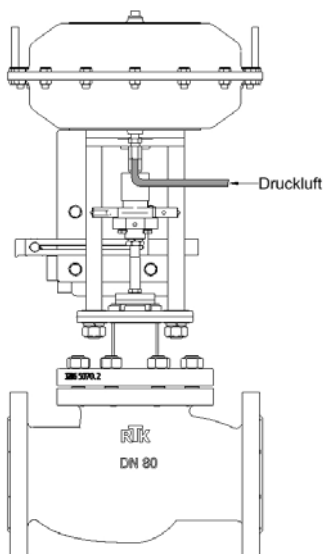

Figure 7- Figure ressort ferme
15. Connectez l'entraînement à une alimentation en air comprimé. Fixer la broche d'entraînement dans la position de la course de levage de 50%. Voir Figure 7